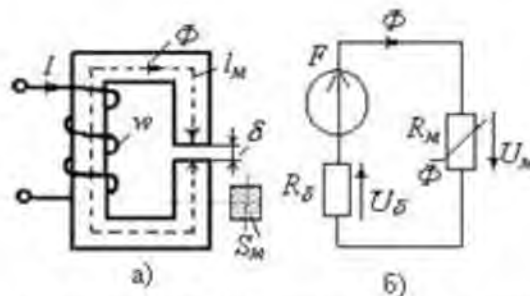

Рис. 6.1. Неразветвленная магнитная цепь и ее схема замещения
В данной расчетно-графической работе используется неразветвлённая неоднородная цепь, имеющая однородный ферромагнитный сердечник и воздушный зазор. Магнитный поток в цепи создаётся магнитодвижущей силой (МДС) $F = wI$ катушки с числом витков w , подключенной к источнику постоянного тока I , рис. 6.1а.
На рис. 6.1б показана электрическая схема замещения магнитной цепи: справа находится нелинейный участок - сопротивление R_m , замещающее магнитный сердечник,
В основе расчёта магнитных цепей лежит *закон полного тока*, который для магнитной цепи (рис.6.1, б) записывают в следующем виде:
Последнему уравнению соответствует электрическая схема замещения магнитной цепи (рис. 6.1, б), состоящая из источника МДС F , нелинейного R_m и линейного R_δ магнитных сопротивлений, на зажимах которых при прохождении потока Φ создаются магнитные напряжения $U_m = \Phi R_m$ и $U_\delta = \Phi R_\delta$.
2. На полученную ранее вебер-амперную характеристику нелинейного участка схемы рис. 6.1б накладываем вебер-амперную характеристику линейного участка, описываемую уравнением $H l_M = F - \Phi R_\delta$. Эту линейную характеристику можно провести по двум точкам, расположенным на осях и показанным на рис. 6.2б стрелками с надписями F и F/R_δ .
4. Магнитное напряжение на воздушном зазоре согласно рис.6.1б равно